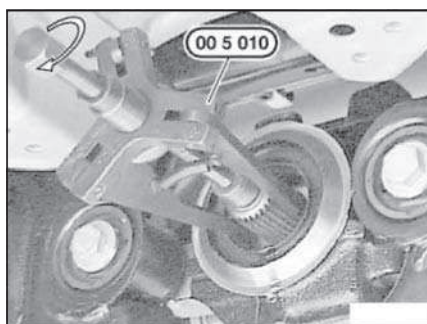

Рис. 17.8. Снятие сальника
- Удерживая фланец стопором «23.0.020», отвернуть гайку с буртиком, считая число оборотов и записав их. Снять фланец ведущей шестерни, при необходимости использовать приспособление «33.1.150». Вынуть сальник ведущей шестерни, используя приспособление «00.5.010» (рис. 17.8).